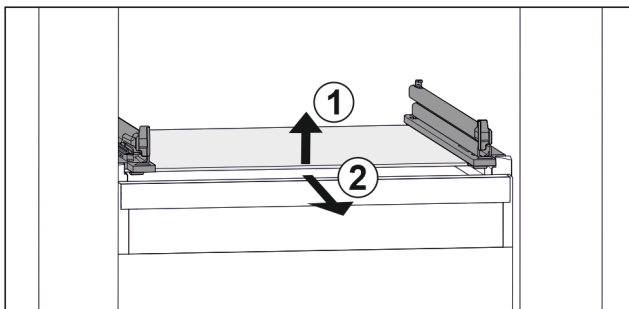

Fig. 139 Exemple de représentation de la tablette en verre
- Soulever la tablette en verre par l'avant. Fig. 139 (1)
- Retirer la tablette en verre par l'avant. Fig. 139 (2)